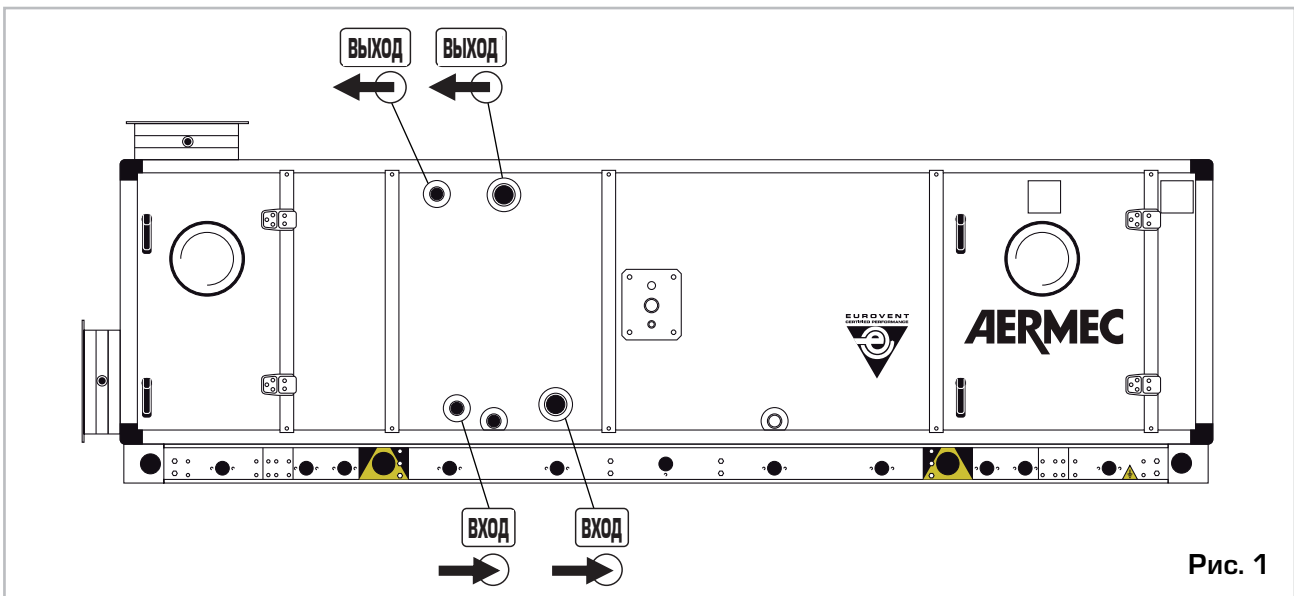

Рис. 1
- Впускные и выпускные отверстия для воды должны быть расположены таким образом, чтобы обеспечить противоточный теплообмен: следует соблюдать указания табличек "ВПУСК ВОДЫ" (ENTRATA ACQUA) и "ВЫПУСК ВОДЫ" (USCITA ACQUA) (см. рис. 1 и 2). Обычно теплообменники с правосторонним подключением имеют подвод снизу, а с левосторонним – сверху.